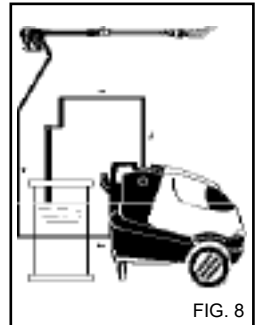

FIG. 8
- 3) Efter brug med rengøringsmiddel, skal indtagskredsløbet skylles igennem; sæt sugeslangen for rengøringsmidlet (fig. 8) i en beholder med rent vand og lad pumpen køre i 1 minut med doseringshanen helt åben og spydet sat til levering af rengøringsmiddel.
4) Efter brug med et rengøringsmiddel, skal indtagskredsløbet skylles ud; placér rengøringsmidlets sugeslange (fig. 8) i en beholder med rent vand og lad pumpen køre i 1 minut med doseringshanen helt åben og spydet sat til levering af rengøringsmiddel.